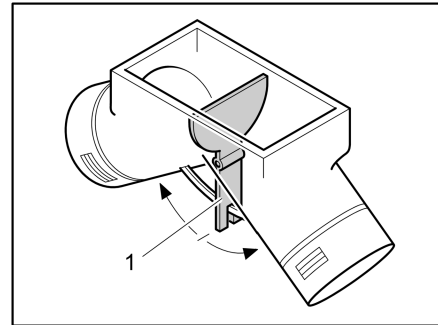

Bild 110 Cirkulationsfläkt, spjäll i mittläge
I mittläget fördelas varmluften jämnt mellan de två varmluftsöppningarna. Manöverspaken (Bild 110,1) för spjället finns under golvluckan i klädsåpet.
- Skjut manöverspaken (Bild 110,1) i pilens riktning tills önskad position nås.